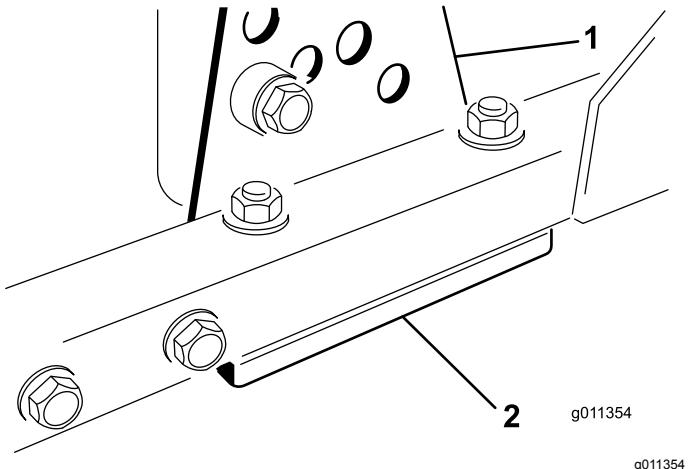

Figure 67
1. Retirez le support de hauteur de coupe (avant, gauche ou droit) du cadre du plateau de coupe (Figure 67).
2. Placez des cales de 1,5 mm et/ou une cale de 0,7 mm entre le bâti et le support du plateau pour obtenir la hauteur de coupe voulue (Figure 67).